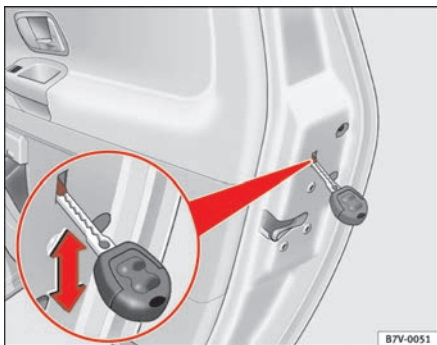

Abb. 59 Hebel für die Kindersicherung in der linken hinteren Tür
- Schwenken Sie den Hebel mit dem Fahrzeugschlüssel in Pfeilrichtung ⇒ **Abb. 59**.